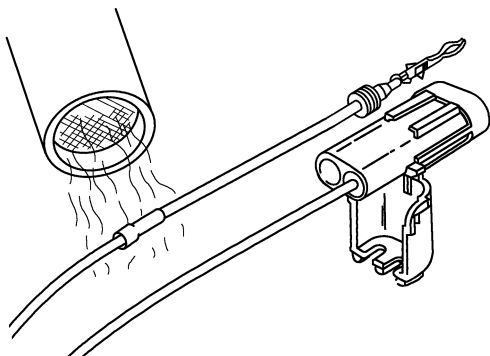

图 6-24 用热风枪加热收缩管
⑨ 用热风枪加热收缩管，管收缩使插头密封防水，如图 6-24 所示。